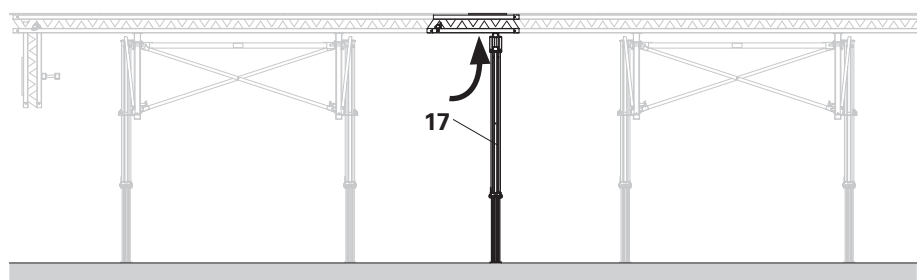

Fig. A4.03
4. Faites pivoter l'élément pré-assemblé vers le haut, positionnez l'étau MP (17) et la bague jusqu'à ce que la hauteur souhaitée soit atteinte. (Fig. A4.03)